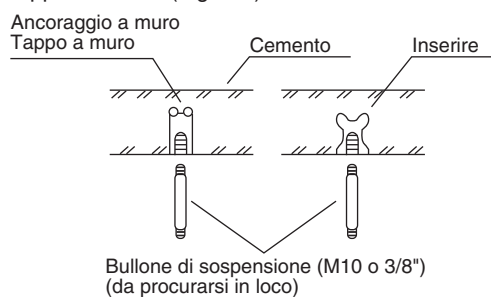
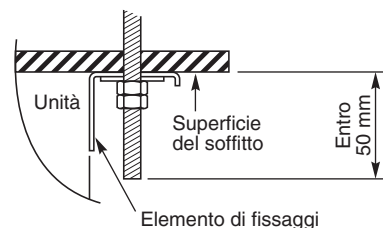

Fig. 3-6
Fig. 3-8
- (2) Fare i fori col trapano nei 4 punti indicati sul diagramma a grandezza naturale.
- (3) A seconda del tipo di soffitto:
- a) Inserire i bulloni di sospensione (Fig. 3-6). oppure
- (4) Avvitare i bulloni di sospensione, permettendo loro di protendere dal soffitto (Fig. 3-6 e 3-7). La distanza fra ciascun bullone esposto deve essere uguale con tolleranze entro i 50 mm. (Fig. 3-8)